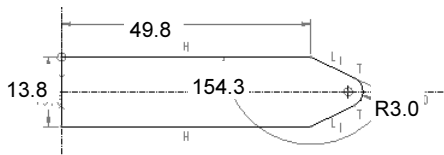

图 2.13.9 打开尺寸显示
- Step 1** 选中  按钮中的  复选框，打开尺寸显示，此时图形如图 2.13.9 所示。